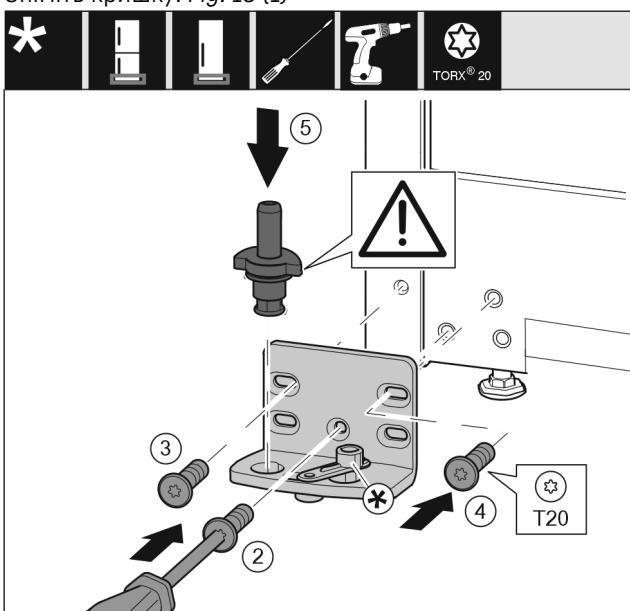

Fig. 19
- Встановіть опорний кронштейн з іншого боку і закріпіть гвинтами за допомогою викрутки T20. Почніть із гвинта 2 знизу посередині. Fig. 19 (2)
- Закрутіть гвинти 3 та 4. Fig. 19 (3,4)
- Вставте цілком опорний гвинт. При цьому виступ фіксатора повинен бути спрямований назад. Fig. 19 (5)